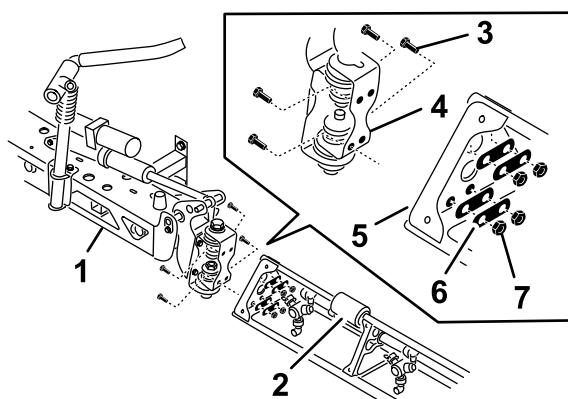

Figure 38
2. Faites pivoter chaque support d'articulation au bout de la section de rampe centrale de façon à aligner les supports sur le plan vertical (Figure 38).
- Fixez le support d'articulation à la plaque triangulaire au moyen des 4 boulons à embase, 4 plaques d'appui et 4 contre-écrous à embase (Figure 38) que vous avez retirés à l'opération (1).
- Placez la tige du vérin de levage de la rampe en face des trous dans la fourche du support d'articulation (Figure 38).
- Fixez la tige à la fourche du support d'articulation au moyen d'un axe de chape et d'une goupille fendue (Figure 38).